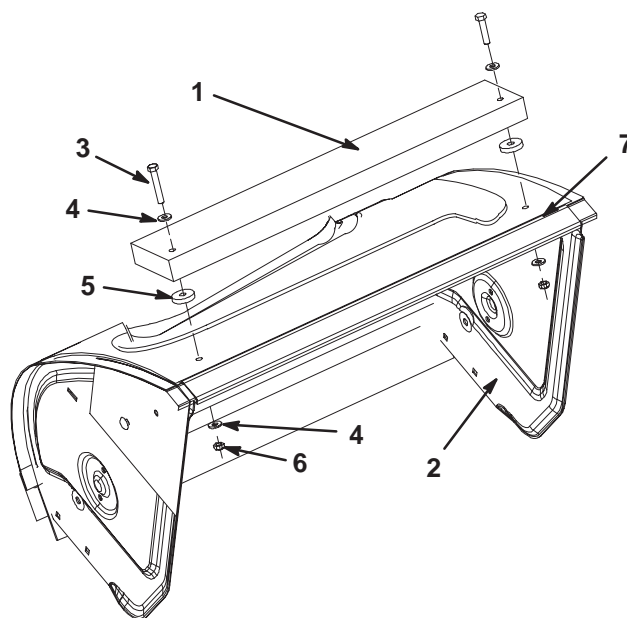

Figure 2
2. Centrez la barre contrepoids en haut du carter de tarière (Fig. 2).